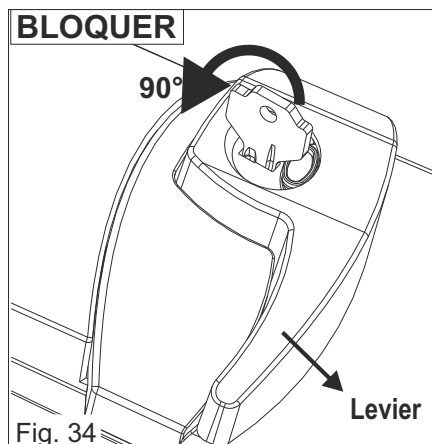

Fig. 34
- 2) Tournez la clé à 90° dans le sens inverse des aiguilles d'une montre (Fig. 34)